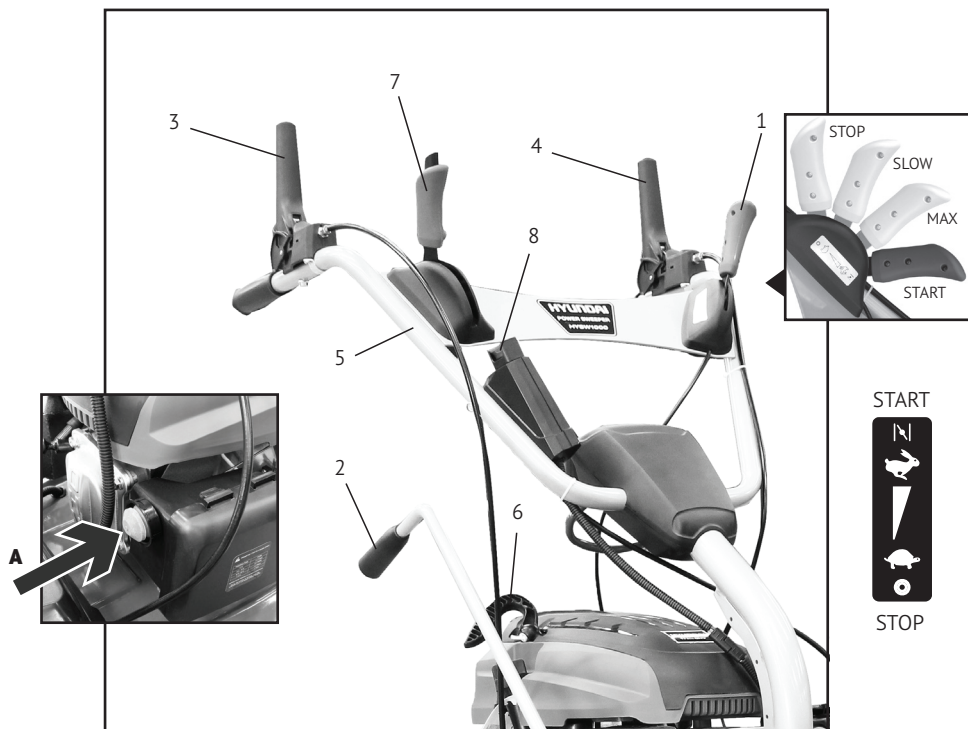

Рис. 13
- Установите рычаг регулировки оборотов двигателя 1 в крайнее положение (START), т.е. до упора вперед. В этом положении воздушная заслонка будет переведена в положение «Закрыто» для запуска холодного двигателя (Рис. 13).
- Подкачайте топливо, нажав на насос подкачки топлива (Рис. 13, А) 3-5 раз. В случае, если двигатель прогреет, нажмите на насос всего 1-2 раза.
- Запустите двигатель, используя ручной стартер 6 (Рис. 13). Медленно потяните рукоятку ручного стартера до тех пор, пока не почувствуете повышенное сопротивление. После этого быстрым, но плавным движением вытяните рукоятку ручного стартера на полный взмах руки.
- Выберите оптимальную для работы скорость вращения щетки 7. Опустите рычаг привода щетки 4 для начала работы (Рис.13).
- Нажмите рычаг привода движения 3 (Рис. 13). Колеса приведены в движение, щетка вращается. Для остановки вращения щетки и остановки движения отпустите рычаги.
- Передвиньте рычаг регулировки оборотов двигателя 1 в положение STOP (Рис. 13).
- Установите рычаг регулировки оборотов двигателя 1 в крайнее положение (START), т.е. до упора вперед. В этом положении воздушная заслонка будет переведена в положение «ЗАКРЫТО» для запуска холодного двигателя (Рис. 13).
- Подкачайте топливо, нажав на насос подкачки топлива (Рис. 13, **A**) 3-5 раз. В случае, если двигатель прогрет, нажмите на насос всего 1-2 раза. При очень низкой температуре и при отсутствии запуска повторите процедуру подкачки топлива (до 3-х раз).
- Выберите оптимальную для работы скорость вращения щетки 7. Отпустите рычаг привода щетки 4 для начала работы (Рис.13).
- Передвиньте рычаг регулировки оборотов двигателя 1 в положение STOP (Рис. 13). Двигатель будет остановлен.